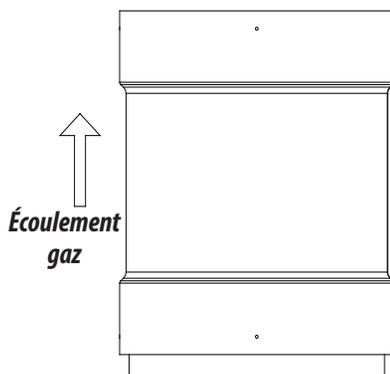

Figure 12 - Adaptateur Flex à Flex
- I- L'adaptateur Flex à Flex permet de raccorder deux longueurs flexibles ensemble. Son côté supérieur est à paroi simple avec 4 trous de passage à vis (Figure 12). Il est utilisé seulement s'il y a un besoin de raccorder deux longueurs flexibles ensemble, souvent à mi-chemin de la cheminée de maçonnerie.